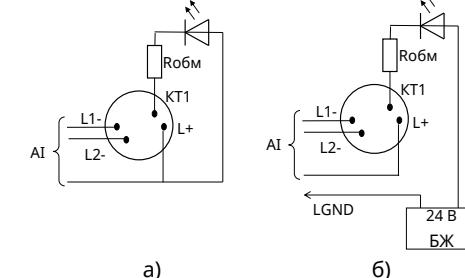

Рисунок 3 – Підключення ВПОС або світлодіода
4.2 Якщо за проектом використовують ВПОС з живленням від AI, то його мінусовий контакт з'єднують з гвинтовою клемою з маркованням «2» (KT1), а плюсовий – гвинтовою клемою з маркованням «1» (L+) (рис.3а, наявність Robm залежить від типу ВПОС і його робочого струму). Замість ВПОС допускається підключення світлодіода через резистор Robm з опором не менше 10 кОм. Для ВПОС слід підбирати світлодіод з малим струмом споживання (блізько 2 мА).
Якщо живлення пристрію виносної індикації передбачають від зовнішнього БЖ, СПДА підключають згідно рис. 3б. Мінусовий дріт від БЖ підключають до клеми «LGND» ППКП. Вихідна напруга БЖ повинна бути не більше 30 В і повинна забезпечувати робочий струм ВПОС.